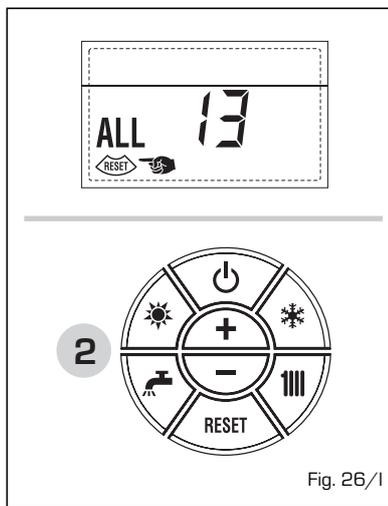

Fig. 26/l
- **ANOMALIA GUASTO SONDA FUMI "ALL 14"** (fig. 26/m)